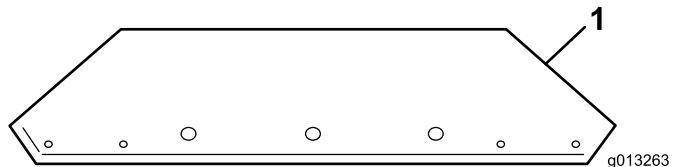
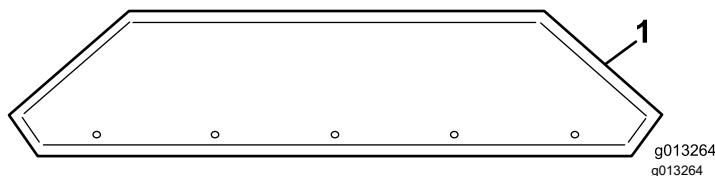

Figure 13
Figure 14
1. Sortez les extensions de la trémie de la caisse d'expédition et identifiez l'avant et l'arrière (Figure 13 et Figure 14).